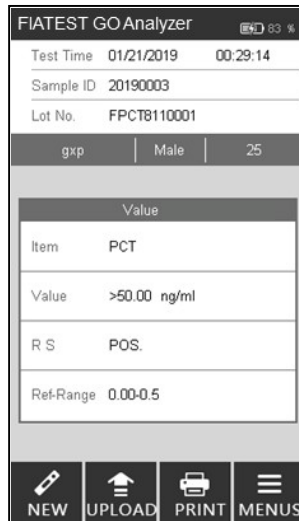

Fig 31
**Passo 8:** Os resultados serão exibidos após o teste. (Ref Fig 31)
**Passo 8:** Os resultados serão exibidos quando o teste for concluído. (Ref Fig 31)